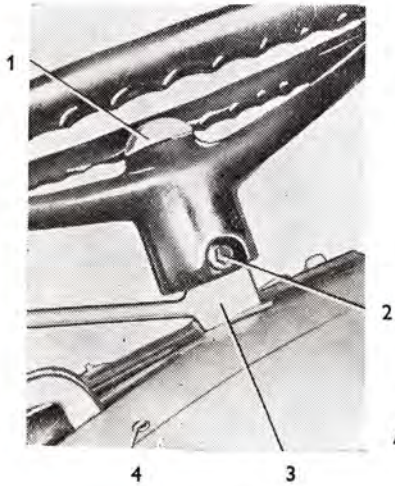

Abb. 88
6. Die Lenkradabdeckung (Abb. 88/1) ist abzunehmen, der Splint zu entfernen, die Kronenmutter aus der Welle auszuschauben und das Lenkrad mit Hilfe des Lenkradabziehers abziehen.
7. Die Ölablaßschraube (Abb. 88/2) ist aus der Öffnung, durch die Öl ins Lenkgehäuse eingegossen wird, auszuschauben (die Ölmenge im Lenkgehäuse beträgt 1,6 Liter.)
schraube an der Schelle des Kraftstoffreglerhebels (Abb. 88/3) ist zu lockern. Durch Abziehen des Kugelhahns wird die Zugstange der Kraftstoffregelung gelöst.
12. Sechs Schrauben M 5 (Abb. 88/4), die das Paneel zum Behälter festhalten, sind auszuschauben und das Paneel samt Hebel ist von der Lenksäule abziehen.